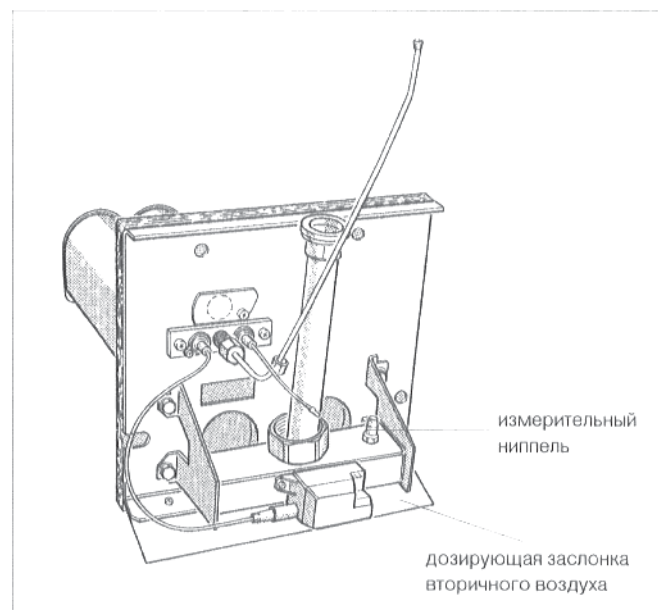

Рис. 49: дозирующую заслонку вторичного воздуха
- Отвинтить дозирующую заслонку вторичного воздуха (рис. 49). Для различения: у заслонки для сжиженного газа окантовка!